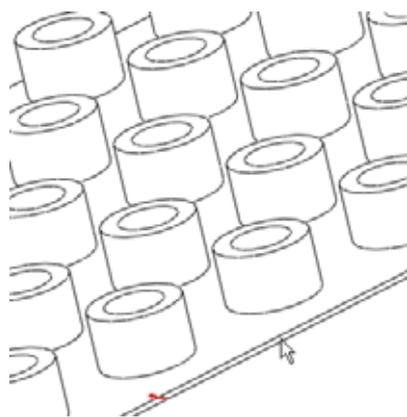

图 37-18
- (4) 选择图 37-18 中光标指示的长方体侧面为草绘平面。